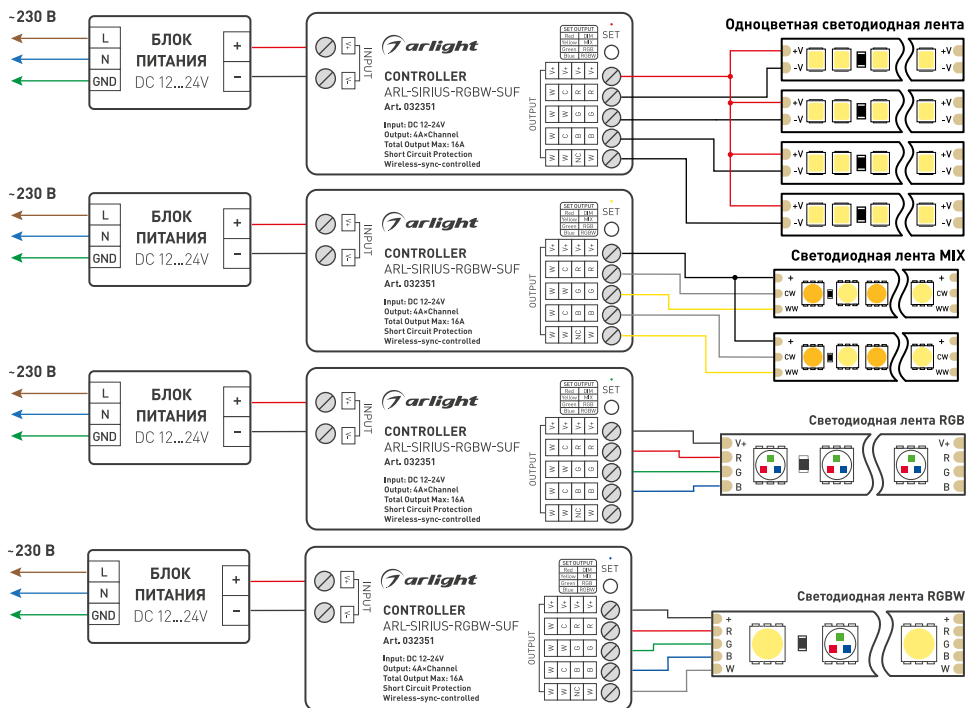

Рис. 1. Пример схем подключения контроллера ARL-SIRIUS-RGBW-SUF
- 3.3. Подключите устройство согласно подходящей схеме на рис. 1.